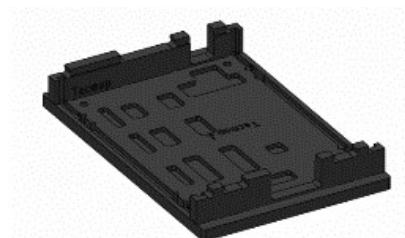

Рисунок 97. Установка боковых стенок
1) На нижнее основание (обозначено: тестер ↓) установить две боковые стенки. Для этого совместить выступы боковых стенок с отверстиями в основании и защелкнуть (рисунок 97):